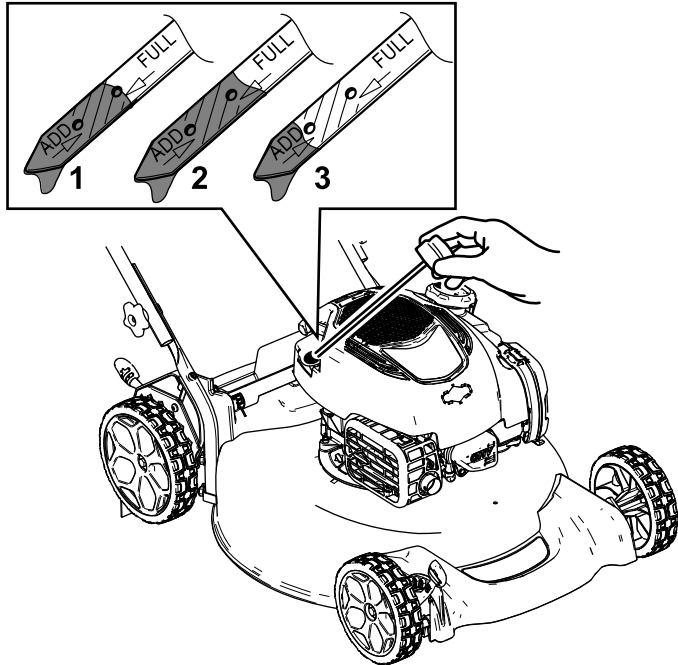

Figure 13
2. Tournez le bouchon dans le sens antihoraire et sortez la jauge (Figure 13).
5. Relevez le niveau d'huile indiqué sur la jauge (Figure 13).
- Si le niveau d'huile est trop bas, (Figure 13), versez avec précaution une petite quantité d'huile détergente SAE 30 ou SAE 10W-30 dans le tube de remplissage, attendez 3 minutes puis répétez les opérations 3 à 5 jusqu'à ce que le niveau d'huile correct soit atteint. Pour connaître le type d'huile, voir Vidange de l'huile moteur \(page 18\).
- Si le niveau d'huile est trop élevé (Figure 13), vidangez l'excédent d'huile jusqu'à ce que la jauge indique le niveau correct ; voir Vidange de l'huile moteur \(page 18\).